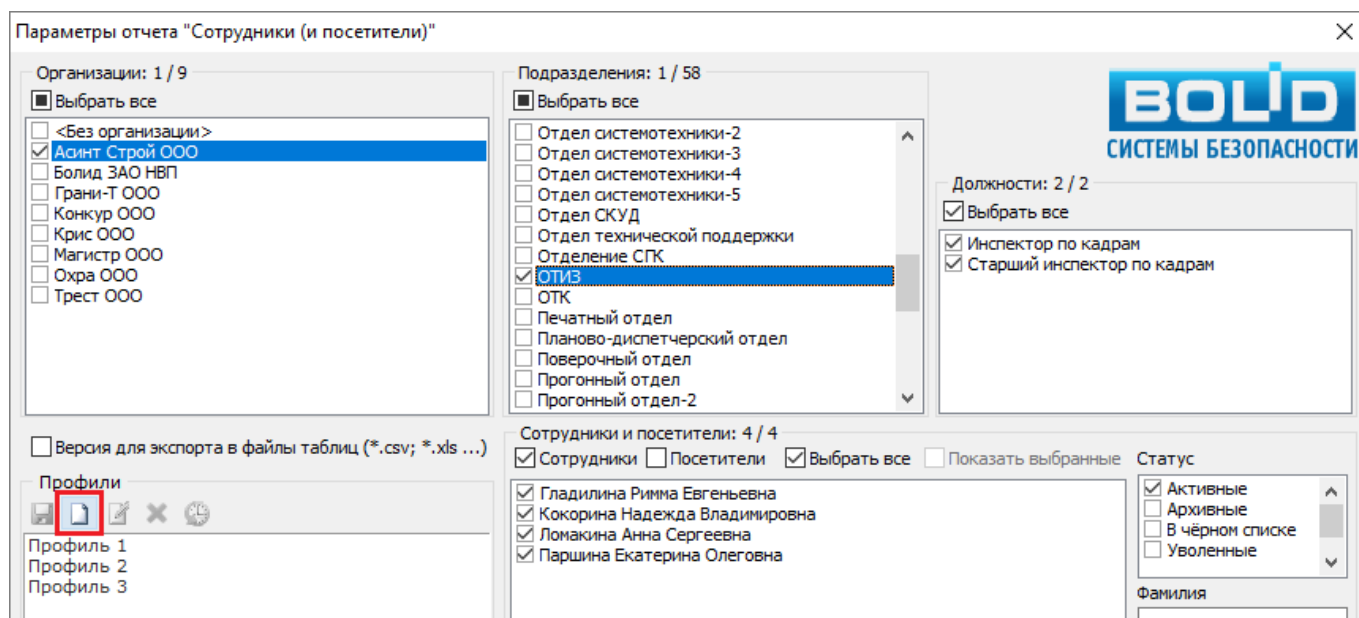

Рисунок 10-222 Создание нового профиля для отчета "Сотрудники (и посетители)"
- либо нажмите кнопку  «Новый профиль» на панели инструментов области «Профили» (см. Рисунок 10-222);